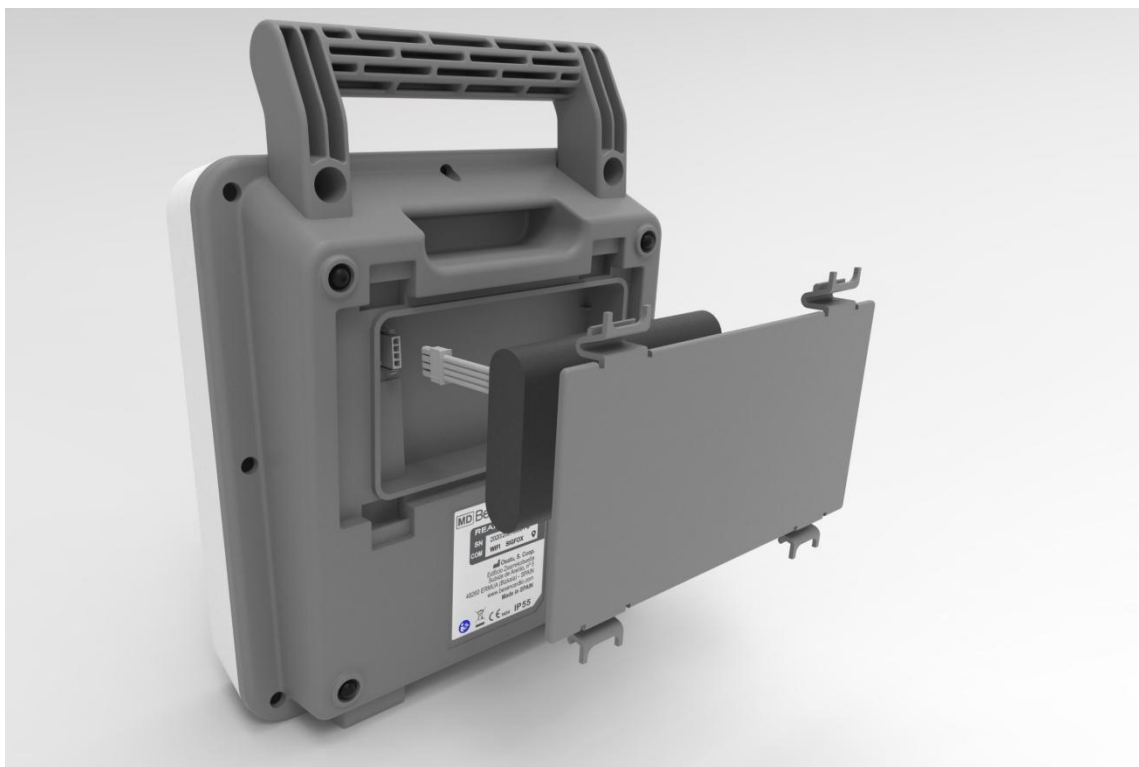

Figure 5 : Installation de la batterie
3. Placez la batterie dans le compartiment qui lui est destiné à l'intérieur de l'appareil, comme indiqué sur la **Figure 5**.